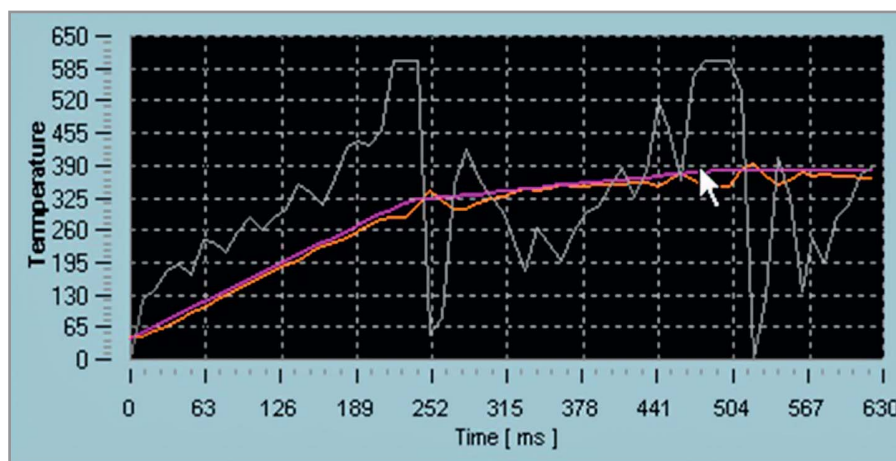

Рис. 3. Точная отработка температурного профиля пайки
- **Управляемость процесса нагрева** – наличие обратной связи по температуре позволяет с высокой точностью выдерживать правильный температурный профиль (см. рис. 3, лиловая линия – заданный температур-